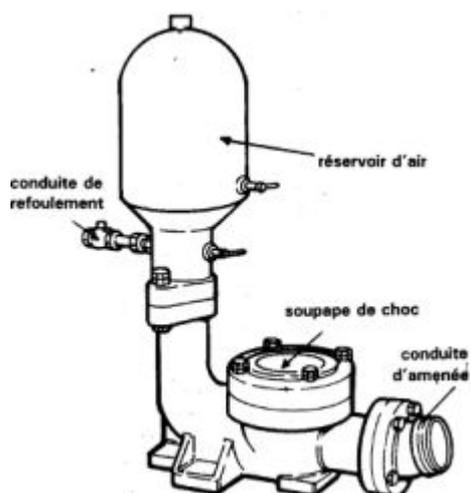

Figura 2 - Ariete hidráulico clásico (Blakes) de fabricación europea (fuente [3] :« Econogie »)
- Figura 2 - Ariete hidráulico clásico (Blakes) de fabricación europea (fuente [3] :« Econogie »)